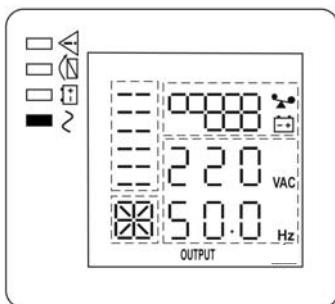

Рисунок 9 — состояние ЖК-дисплея и индикаторов в режиме «ОСНОВНОЙ»
- Включите нагрузки. Если нагрузок много, необходимо включать их последовательно, одну за другой, на ЖК—дисплее отобразится уровень нагрузки (см. рисунок 9 ).
Вновь подать сетевое напряжение. Изделие должно автоматически перейти в режим «ОСНОВНОЙ» (см. рисунок 9), либо в режим «ЭКО», если параметр ESO включён (см. Приложение 2, описание настройки параметров изделия).